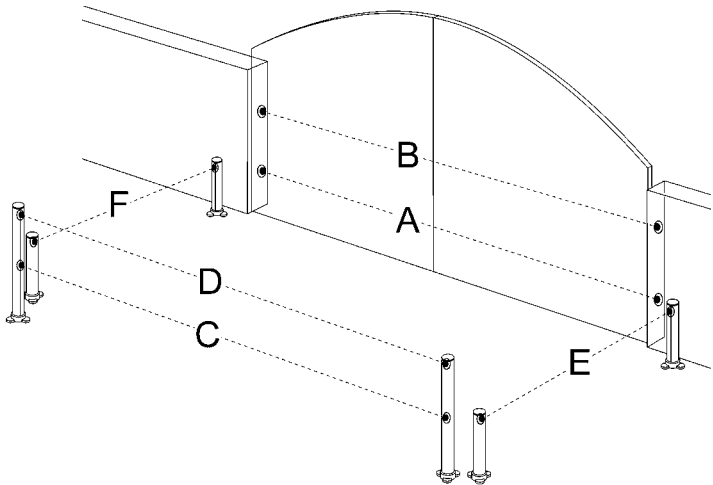
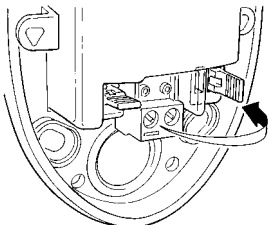

Figura 61
Figura 62
In qualsiasi momento è possibile installare ulteriori fotocellule oltre a quelle già fornite di serie con WK2. In un automatismo per cancelli a 2 ante è possibile porle secondo quanto rappresentato in Figura 61.
- 2 Individuare la posizione in cui sono installate in base alla Figura 61 ed eseguire il ponticello secondo la Tabella 11. I ponticelli non usati vanno riposti nel vano a loro riservato per poter essere riutilizzati in futuro (Figura 62).